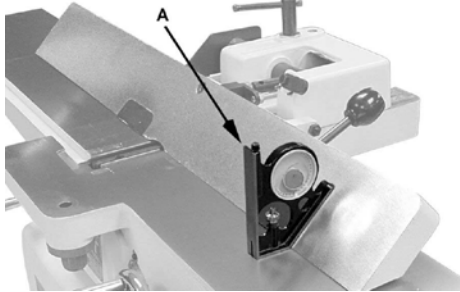

Рис. 27
1. Ослабьте фиксатор (А). Сдвиньте стопорную пластину (D) и расположите упор под углом 135° . Убедитесь, что упор находится напротив стопорного болта. (Е).
3. Поместите инструмент для измерения угла на стол и на упор, чтобы проверить правильность настройки угла 135° (А. рис. 27).
4. Чтобы отрегулировать положение, ослабьте стопорную гайку (F), поверните стопорный болт (Е) до тех пор, пока угол не составит 135° .
5. Затяните стопорную гайку (F).